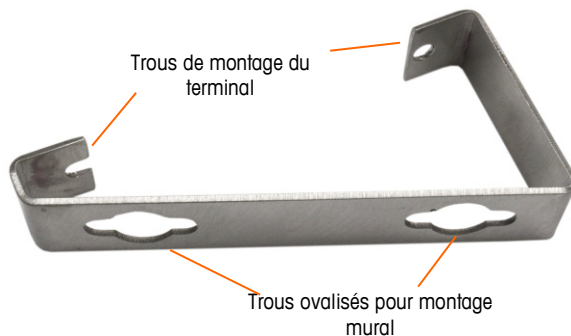
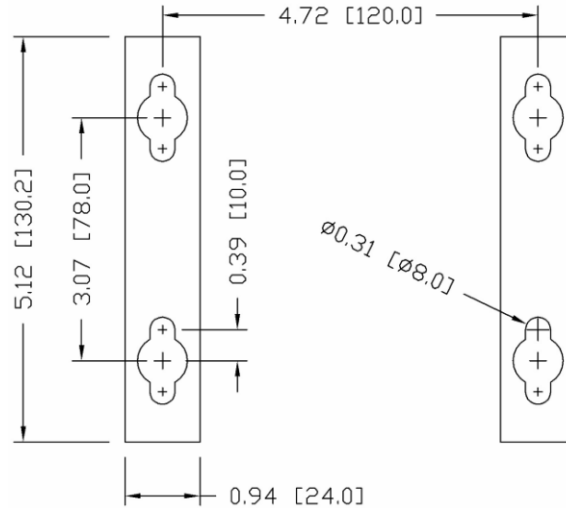

Figure 2-12 : Support pour montage mural
Figure 2-14 : Emplacement des trous de montage
Après avoir fixé les supports à la surface murale, l'enceinte peut être installée à l'aide des quatre vis M4 (fournies). Un support est illustré sur la Figure 2-12 avec les trous ovalisés indiqués. Les vis sont resserrées en plaçant le tournevis par les trous ovalisés.
Marquez un repère pour la position des trous de montage sur la surface verticale selon les dimensions indiquées sur la Figure 2-14 en pouces et [mm], ou en maintenant le terminal contre la surface et en marquant par les trous des supports.
8. Desserrez les boulons suffisamment pour laisser de l'espace à leur tête et permettre à la rondelle plate d'engager le centre supérieur de l'un des trous fendus dans les supports de montage (voir la Figure 2-12 et la Figure 2-14).
6. Desserrez les boulons suffisamment pour leur permettre ainsi qu'aux rondelles d'engager le centre supérieur de l'un des trous fendus dans les supports de montage (voir la Figure 2-12 et la Figure 2-14).
Installez la vis et la rondelle, en laissant suffisamment d'espace pour le trou fendu dans le support – voir la Figure 2-12 et la Figure 2-14.
Placez les trous dans les supports du terminal sur les fixations et faites glisser le terminal vers le bas de manière à ce que chaque fixation et rondelle s'engagent dans les fentes du support (voir la Figure 2-12).